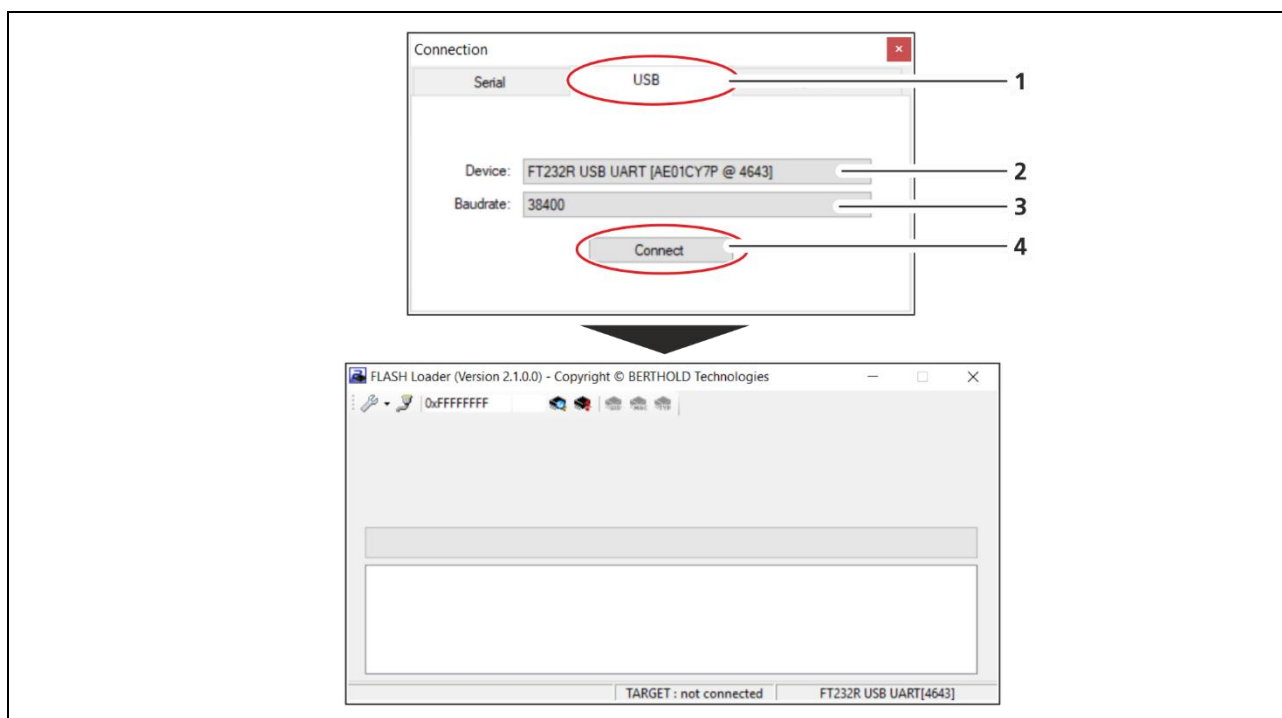

Abb. 3 Verbindung PC – Service-Modem
17. Starten Sie den „FLASH Loader“ und klicken Sie auf die Registerkarte „USB“ (Abb. 3, Pos.1).
18. Wählen Sie unter „Device“ (Abb. 3, Pos.2) das Service-Modem aus.
19. Wählen Sie unter „Baudrate“ 38400 Baud aus (Abb. 3, Pos.3).
20. Klicken Sie auf <Connect> (Abb. 3, Pos.4).